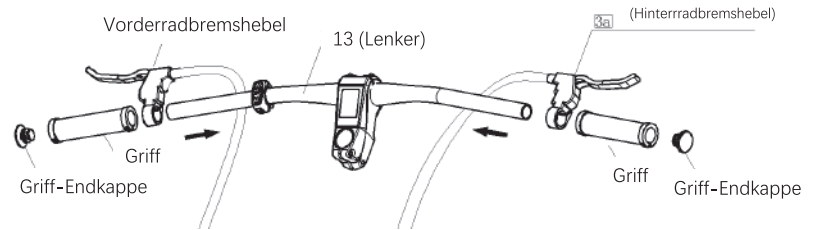

Abb. 47-2
c. Den Bremshebel in Pfeilrichtung nacheinander in Teil 13 stecken und dann die Griff-Endkappe in Teil 13 drücken, um sicherzustellen, dass alle Teile aneinander anliegen, wie in Abb. 47-2 gezeigt.